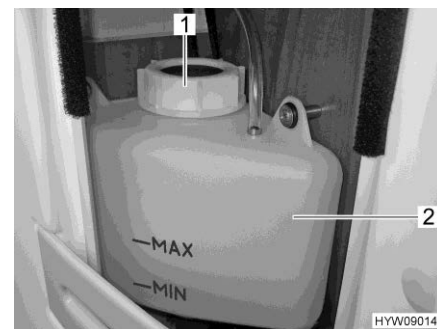

Fig. 192 Riga "MIN/MAX"
- Controllare se il livello del liquido nel vaso d'espansione (Fig. 192,2) è tra le righe del "MIN" e del "MAX".
- Aprire il coperchio (Fig. 192,1) del vaso d'espansione.